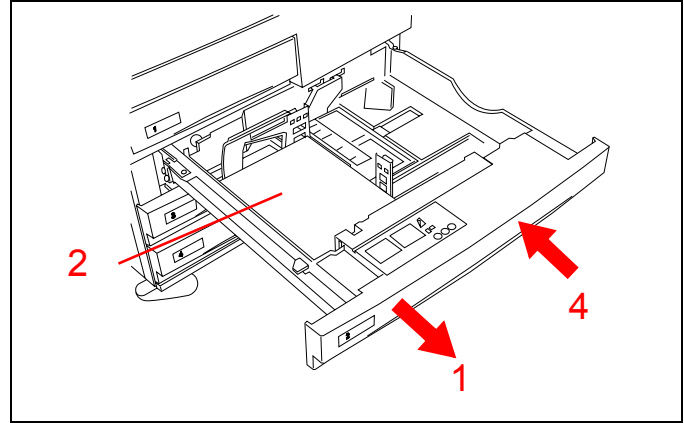

Figura 20
1. Consulte a Figura 20. Abra lentamente a bandeja de papel. Se você ouvir o som que indique que o papel está sendo rasgado ou amassado, pare de abrir a bandeja e tente alcançar o papel e removê-lo sem ter que abrir mais a gaveta.